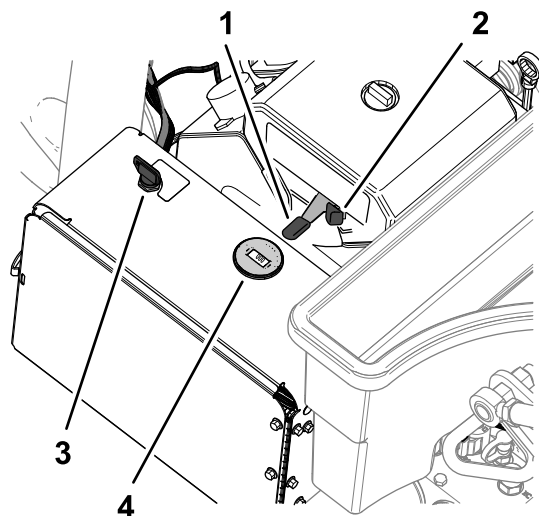

Figura 77
2. Utilice el estarter (Figura 77) del siguiente modo: